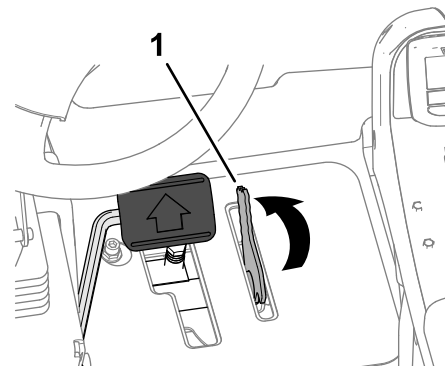

Рисунок 45
- Ногой переведите рычаг ограничителя скорости скашивания вперед, в положение СКАШИВАНИЕ (Рисунок 45).